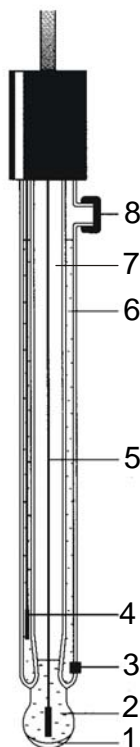

Figura 3. Esquema de um eletrodo combinado de pH.
Há diferentes tipos de eletrodos de pH, porém o eletrodo combinado (Figura 3) é o mais usado para medições em amostras de água. O eletrodo combinado de pH consiste de duas partes confeccionadas de vidro: um eletrodo de pH, que corresponde a parte interna (7), e outro eletrodo de referência, que corresponde a parte externa (6)². Em ambos os eletrodos, há um fio (4 e 5) de prata coberto de cloreto de prata (Ag/AgCl) e uma solução eletrolítica de cloreto de potássio (KCl) 3 M (ou 3 mol/L). Alguns modelos de eletrodos permitem a troca da solução eletrolítica por meio de um orifício na parte superior (8)³. A parte inferior do eletrodo de pH consiste de um bulbo (2) revestido por um material (1) de vidro especial onde ocorre a medição de pH.